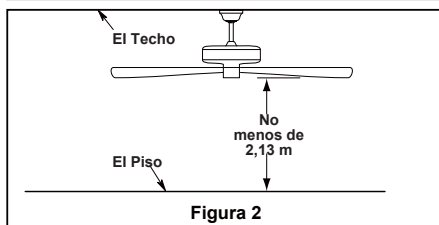

Figura 2
Uso de perfil profundo (Figura 2)
2. Retire el clip de horquilla y pasador de horquilla de la parte inferior de la bola para colgar. Retener el pasador y clip para la reinstalación en el paso 4. (Figura 2)
Debe colgar el ventilador a una distancia mínima de 2,13 m desde las aspas hasta el piso. (Figura 2)
Para evitar una posible descarga eléctrica, asegúrese de cortar la alimentación eléctrica de la caja de fusibles principal antes de alambrado el ventilador. (Figura 2)
2. Coloque y ajuste firmemente la cubierta para el tornillo de la base sobre los tornillos de reborde de la abrazadera para colgar mediante el mecanismo de seguro por giro del chavetero. (Figura 2)
- ☐ 2. Conecte el cable negro desde ensamble de la placadel portalámpara al cable negro ensamble del motor y conecte el cable blanco desde ensamble de la placa del portalámpara al cable blanco ensamble del motor. (Figura 2)
- ☐ **2.** Restaure la fuente de alimentación de la toma de corriente enciendo la electricidad del fusible principal. (Figura 2)